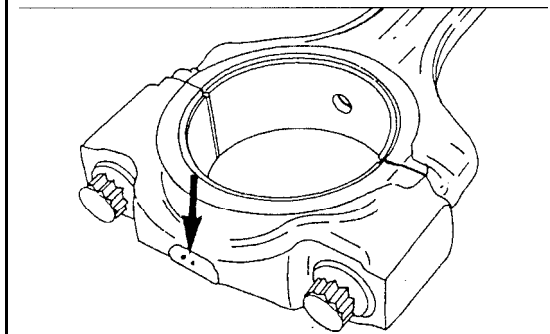

Bild 114
- Die Lagerschalen der Pleuelstangen können von unterschiedlichem Durchmesser sein. An der Unterseite der Pleuelstangen sind entweder ein Körnerschlag oder zwei Körnerschläge zu sehen (Bild 114). Ist ein Körnerschlag vorhanden, müssen die Lagerschalen eine blaue Kennzeichnung aufweisen (an der Seite der Lagerschale). Sind zwei Körnerzeichen vorhanden, wie es aus dem Bild ersichtlich ist, haben die Lagerschalen keine Kennzeichnung.